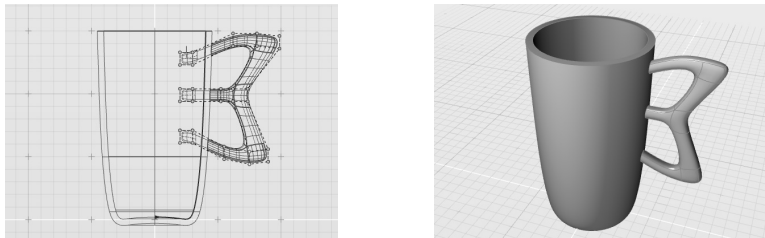

图 7-52 调整多边形控制顶点（左）以调整杯把造型（右）
2) 选中该对象，按快捷键〈A〉切换至编辑顶点状态，在前视图中，框选控制点并调整造型。造型调整效果可以自由发挥，如图 7-52 所示。